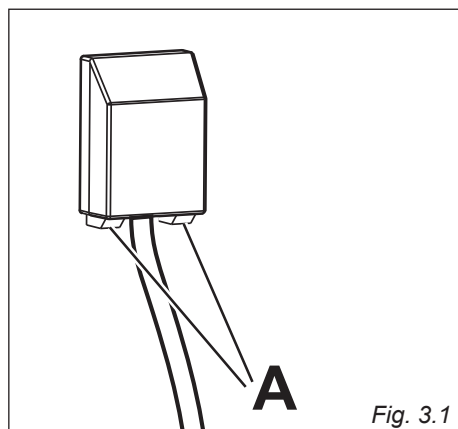

Fig. 3.1
- Sganciare il coperchio della morsettieria inserendo un cacciavite nei due agganci "A" (fig. 3.1).
L'afflusso del gas ai bruciatori è regolato da un rubinetto valvolato comandato dalla manopola di fig. 3.1.
- ✓ L'accensione elettrica è incorporata nelle manopole dei bruciatori e si identifica per il simbolo "★" vicino al simbolo "●" (fig. 3.1).